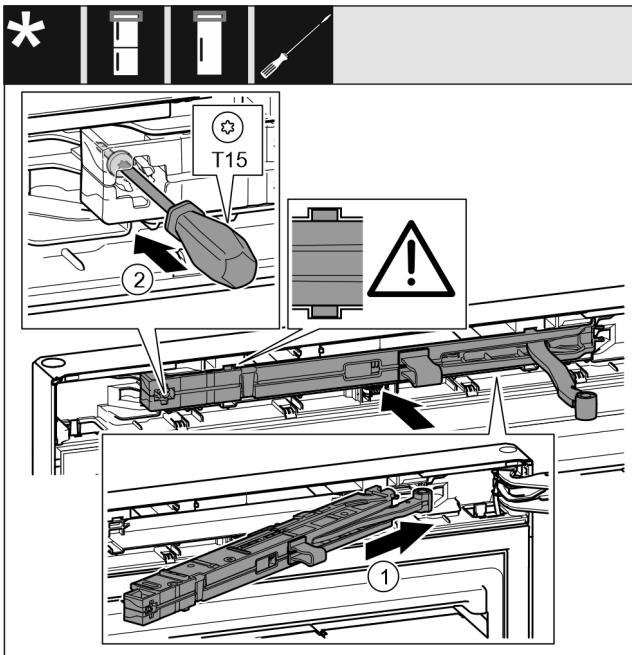

Fig. 20
- ▶ Iebīdiet slīpi durvju amortizatora mezglu gultņa balsta pusē līdz galam padziļinājumā. Fig. 20 (1)
- ▶ Pieskrūvējiet skrūvi ar skrūvgriezi T15. Fig. 20 (2)